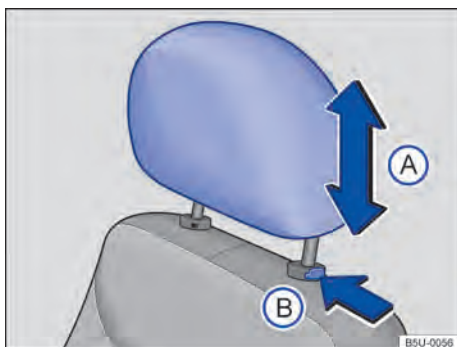

Fig. 60 Apoio para cabeça dianteiro: desinstalar.
- Pressionar o botão → Fig. 60 (B) no sentido da seta. Retirar o apoio para cabeça com a tecla pressionada.
- Empurrar o apoio para a cabeça totalmente para baixo com o botão → Fig. 60 (B) pressionado.